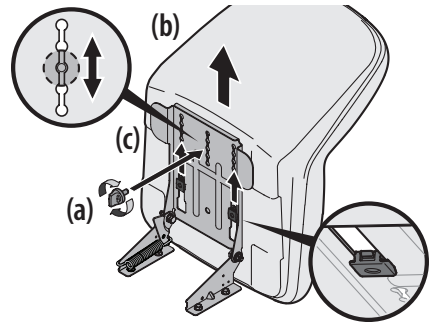

Figura 4
4. Deslice el asiento (b) hacia atrás en el soporte de pivote del asiento (c), alineando una de las ranuras del soporte de pivote del asiento (c) con el orificio que está en la parte posterior central de la base del asiento (b). Consulte la Figura 4.
NOTA: Asegúrese que las lengüetas del asiento se enganchen en el soporte de pivote del asiento, como se muestra en el recuadro inferior derecho de la Figura 4.
5. Seleccione la posición deseada del asiento (b) y fjela con la perilla de ajuste o perno de 9/16" (a) que retiró en el Paso 2. Consulte la Figura 4.